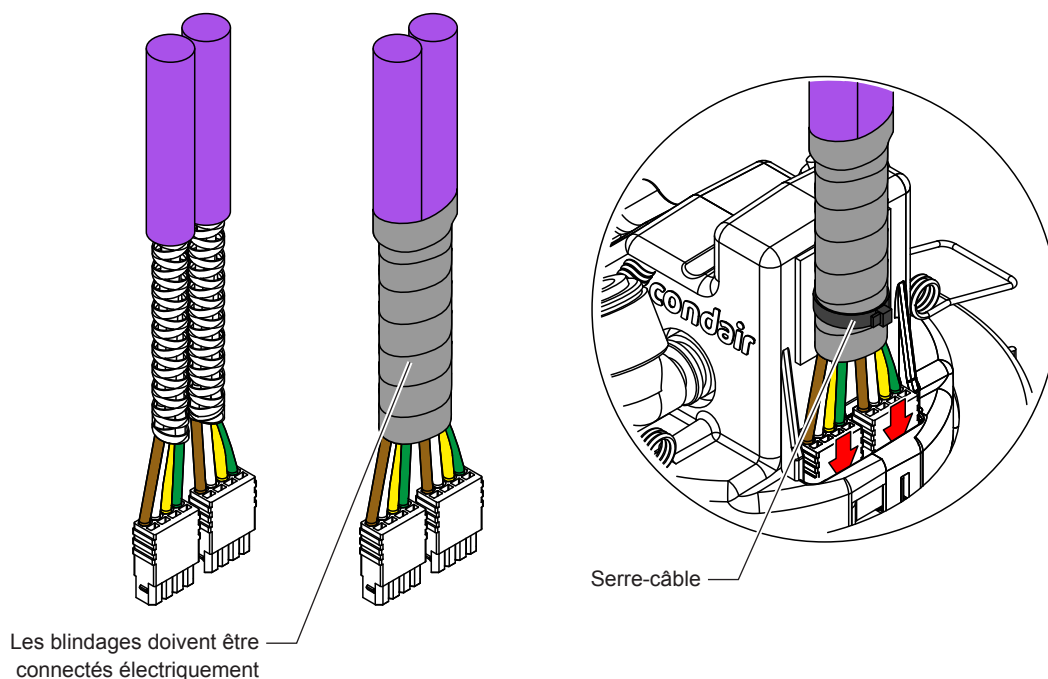

Fig. 29: Connectez les câbles du bus CAN à la tête de pulvérisation
- Alignez les fiches des deux câbles en bas puis connectez les câbles ensemble avec du ruban adhésif comme indiqué sur la Fig. 29 de manière à ce que les blindages des deux câbles soient connectés entre eux de manière électriquement conductrice (vérifier avec un testeur de continuité)